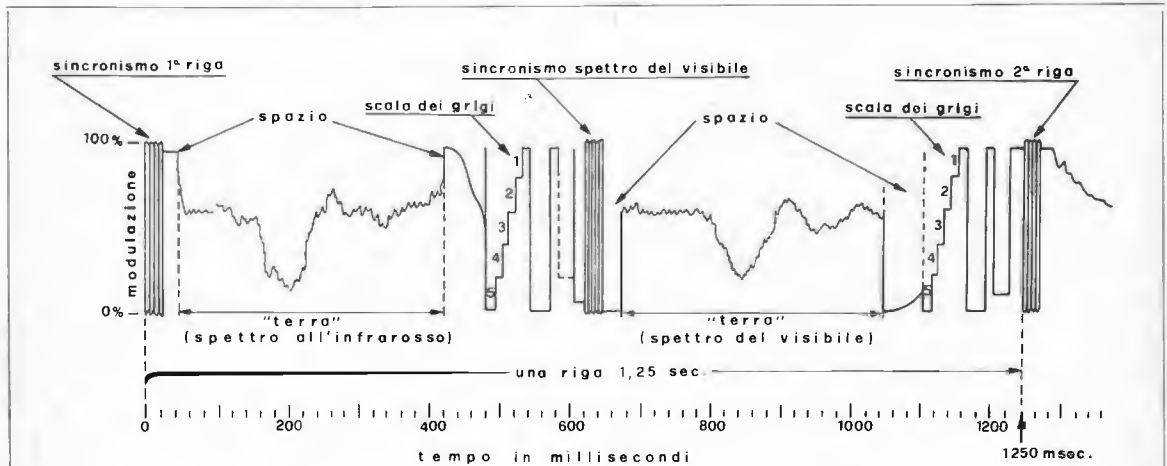

figura 4
Per meglio comprendere come questo sia possibile, basta pensare che ogni riga del nuovo sistema contiene per metà (0,625 sec) l'informazione video della fascia terrestre vista all'infrarosso e per i rimanenti 0,625 sec, l'informazione video trattenuta momentaneamente nella memoria e relativa alla medesima fascia terrestre, ma vista attraverso lo spettro del visibile. Pertanto una riga dopo l'altra, come sul cinescopio del nostro televisore, andrà a formare sull'elemento fotosensibile dell'apparato di conversione due immagini uguali adiacenti aventi un contenuto diversificato solo dalle due diverse fonti d'informazione (0,5÷0,7 micron) e (10,5÷12,5 micron). Dalla corretta interpretazione delle due informazioni e dal confronto diretto di esse si giungerà poi a una più facile lettura dei fenomeni meteorologici in atto e a più precise previsioni del tempo. Ma mi pare di sentire ora gli APT-isti a caccia della foto eccezionale lamentarsi che le immagini così ottenute a causa della minore superficie riservata a ciascuna di esse sull'elemento fotosensibile (pellicola fotografica) risulteranno più povere di particolari; certo, da questo punto di vista non hanno torto, ma vi è un rimedio. Infatti coloro che hanno realizzato il sistema di conversione « **oscilloscopio-macchina fotografica** » sarà sufficiente che portino la scansione orizzontale da 1,25 sec a 0,625 sec (da 0,8 Hz a 1,6 Hz) e ricorrano all'uso del trigger per escludere una delle due immagini o ottenere così su tutto lo schermo soltanto l'immagine che si desidera riprodotta con il massimo grado di definizione. Infine a coloro che si chiederanno giustamente come sia stato possibile inserire due immagini video ove prima ve n'era una sola, risponderò che non è stato poi tanto difficile in quanto, come ricorderete, su ogni riga della durata di 1,25 sec del precedente sistema di ripresa con radiometro, soltanto una parte di questa veniva occupata dall'informazione utile riguardante la terra (vedi figura 4, cq 2/72, pagina 247) e poiché su ogni riga rimaneva un notevole vuoto d'informazione utile è chiaro che questo poteva essere occupato da un'altra informazione come ad esempio gli elementi di un'altra immagine, apportando semplicemente qualche leggera modifica ad alcuni parametri dello standard precedente come si può rilevare dall'inviluppo del segnale riportato in figura 4 e dai dati comparativi riportati nella tabella seguente. La figura 4 infatti, mostra la sequenza del segnale relativo a una sola riga dell'intera informazione video del nuovo standard APT vista all'uscita del demodulatore AM.
**Il confronto va completato con l'analisi dell'involuppo della modulazione riportato in figura 4.**
Un particolare che non potrebbe essere evidenziato in alcun modo nella figura 4 è che la scala dei grigi relativa allo spettro del visibile apparirà soltanto ogni 25 righe per 14 righe consecutive, le rimanenti 11 righe comprenderanno invece informazioni codificate relative ai dati tecnici per il controllo delle apparecchiature di bordo del satellite.